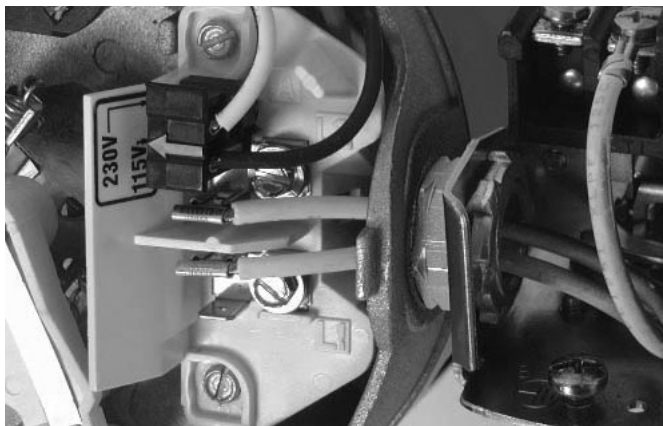

Figura 7: Tensión configurada para 115 voltios, tipo ficha.
3. Mueva la ficha de cambio de tensión a la posición de 115 voltios. Ahora la ficha cubrirá 2 lengüetas metálicas y la flecha en la ficha quedará alineada con la flecha de 115 voltios en la etiqueta (consulte la Figura 7).